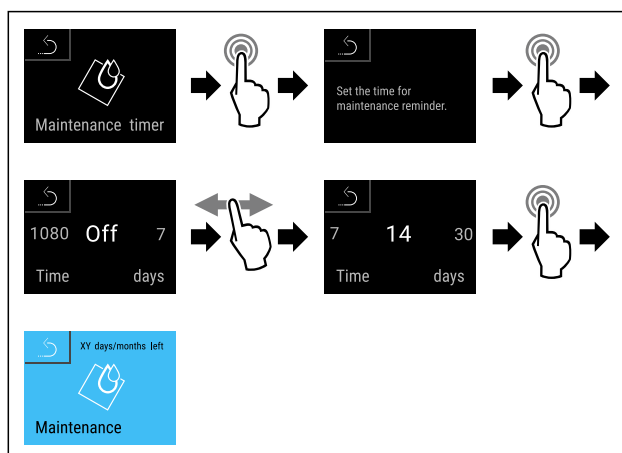

Fig. 104
- Stappen (zie Fig. 104) uitvoeren.